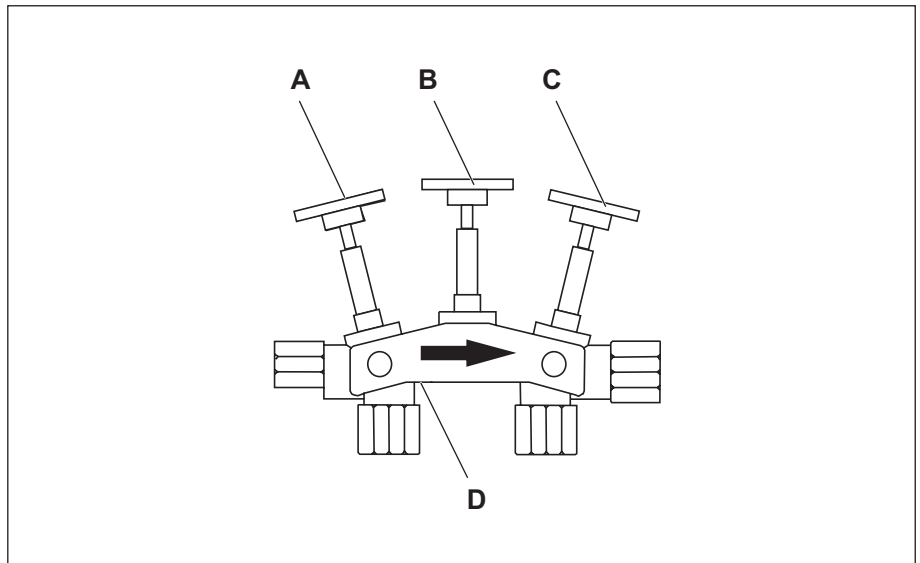

Abb. 4: Ventilpositionen der Verschneidearmatur
- ▶ Verschneidearmatur mit der Pfeilspitze in Fließrichtung (Abb. 4) im bauseitigen Rohrleitungssystem installieren.